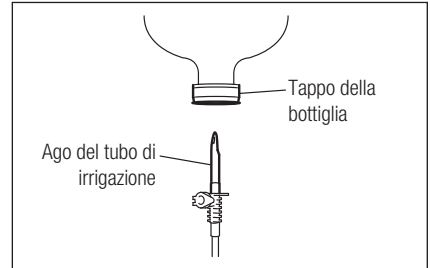

Fig. 13
- 2) Inserire l'ago del tubo di irrigazione nel tappo della bottiglia (Fig. 13).